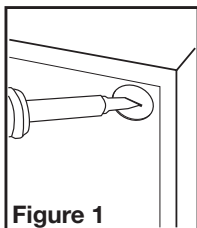

Figure 1
3. Using a straight-blade screw driver remove the electrical knockout from the housing (Figure 1).
2. Choisir un emplacement pour votre ventilateur. Pour garantir la meilleure qualité d'air et performance acoustique, il est recommandé que la longueur de la canalisation et le nombre de coudes soient réduits au minimum, que le rayon de chaque coude soit aussi grand que possible pour l'installation, et que des conduits rigides isolés soient utilisés. Ce ventilateur nécessitera au moins 20,3cm (8po) de dégagement dans le plafond ou le mur, et s'installe au travers de cloison sèche d'une épaisseur de jusqu'à 1,9cm(3/4po). Le ventilateur s'installe entre 40,6cm ou 61cm (16po ou 24po) au centre des solives à l'aide des quatre (4) traverses de montage incluses.
3. À l'aide d'un tournevis à lame droite, retirez la découpe électrique du boîtier (Figure 1).